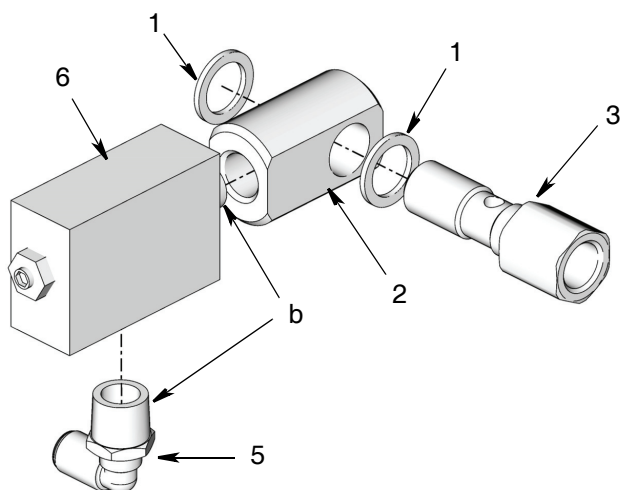
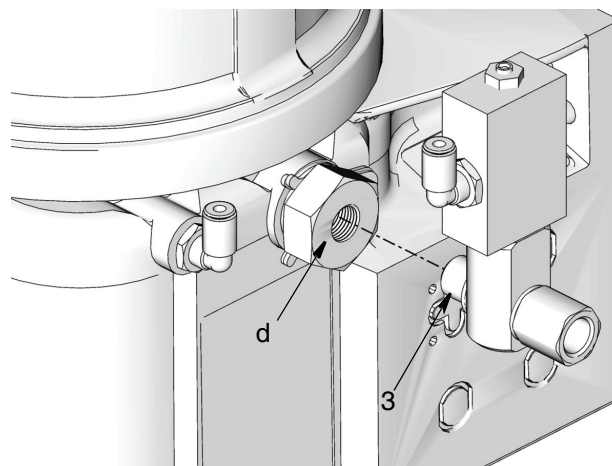

FIG. 4
FIG. 5
7. Applicare il sigillante per filetti (fornito dall'utente) ai filetti (b) della valvola di sfiato pressione (6) (FIG. 4).
8. Installare una valvola (6) di sfiato pressione nel raccordo cavo (2). Stringere con chiave (FIG. 4).
9. Installare una rondella (1) all'estremità della vite cava (3). Quindi installare un raccordo (2) cavo sulla vite cava (3). Installare una seconda rondella (1) all'estremità della vite cava. (FIG. 4).
10. Applicare il sigillante per filetti (fornito dall'utente) ai filetti (b) del secondo raccordo (5) a gomito a 90°. Installare il raccordo nella valvola di sfiato pressione. Stringere con chiave.
11. Installare la vite cava (3) nell'elemento pompa (d) (FIG. 5).